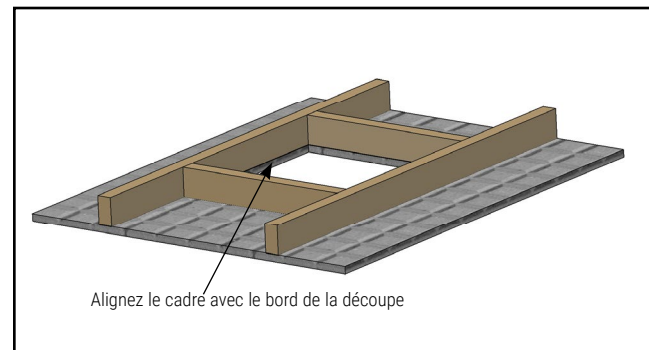

Figure 4.
4. Installez le cadre sur l'ouverture du plafond. (Figures 4 et 5)